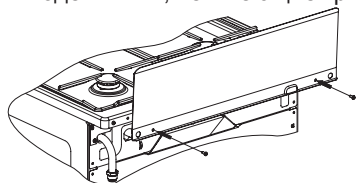

рис. 1
■ Модели плит, не имеющие крышку стола, комплектуются щитком, который закрепляется перед установкой плиты (рис.1).
■ **Установка щитка** на плиты моделей GM141 001, GM141 101. Установку щитка производить путем крепления к столу двумя винтами (см. рис. 1). Винты для крепления щитка находятся в пакете с комплектующими.